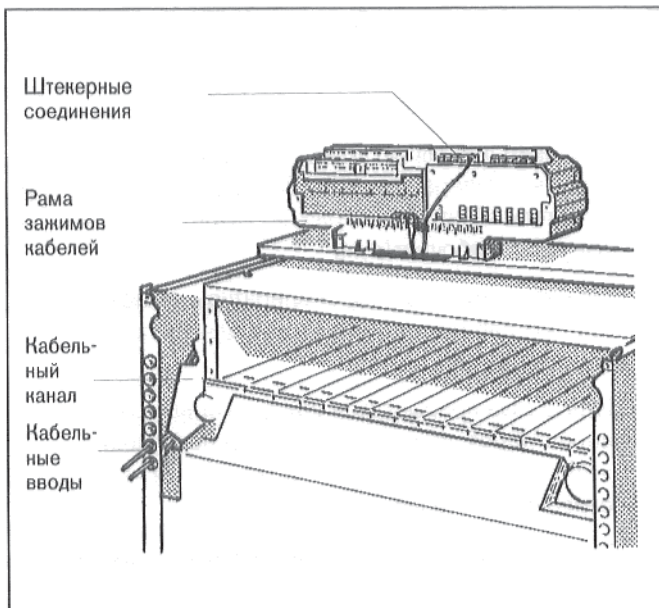
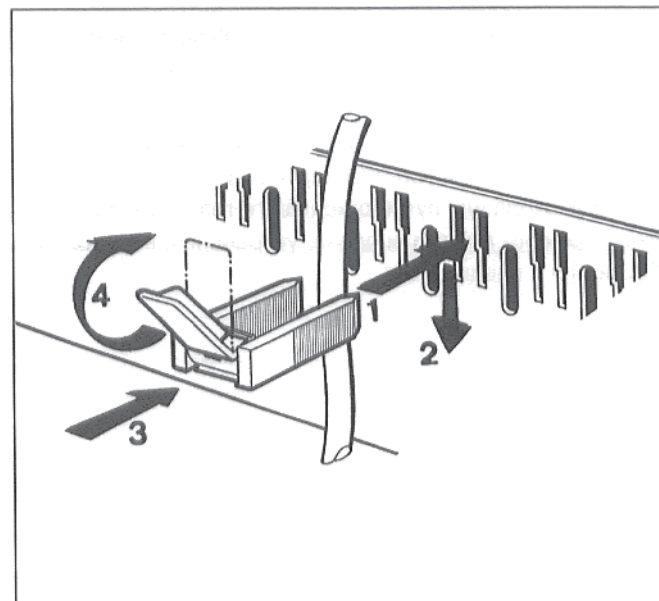

Рис. 7: G_324 LDZ/LDN
Рис. 9: Закрепить провод при помощи зажима для кабеля.
- Проложить провод датчика температуры отходящего газа, сзади, через один из кабельных вводов, концом подключения вперед, в кабельном канале и проложить его, через отверстие в переднем кожухе котла, к регулятору (рис. 7).
- Подключить к штекерному соединению, соответственно электросхеме (рис. 7).
- Вставить зажим кабеля, с вложенным проводом, сверху в прорези рамы (рис. 7) зажима; ребро рычажка должно при этом показывать вверх. Передвинуть зажим кабеля вниз, придавливая его при этом. Рычажок передвинуть вверх (рис. 9).